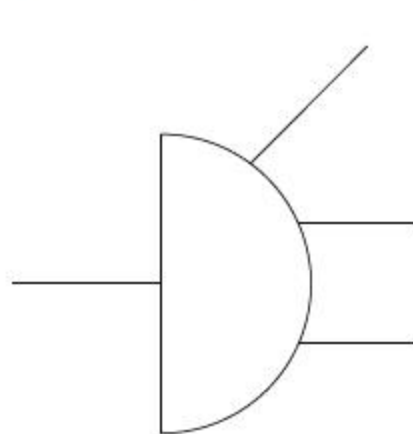

图8-125 旋转线段
- 08 调用L【直线】命令，绘制如图8-125所示的斜线。